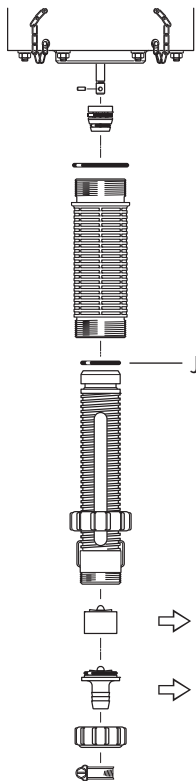

Fig. 16
- De pakking insmeren met silicone (Fig. 16-J).